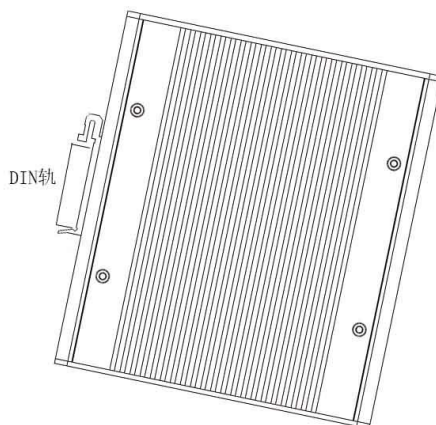

图 3-1 RugNet IES1008 安装方式图
大多数的工业应用采用 35 mm 标准 DIN 卡轨式安装，其安装尺寸如图 3-1 所示。
- 如图 3-1 中所示，将 DIN 轨卡入 DIN 卡轨连接座，确认 RugNet IES1008 设备可靠地安装到 DIN 轨上。